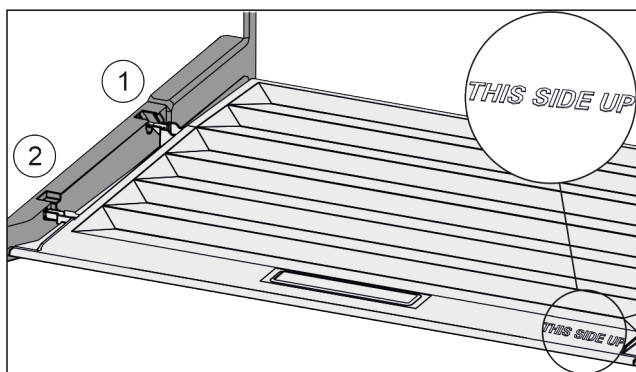

Fig. 69
- ▶ Výstupky veka zavedte cez otvor zadného držiaka Fig. 69 (1) a zaistite vpredu v držiaku Fig. 69 (2).